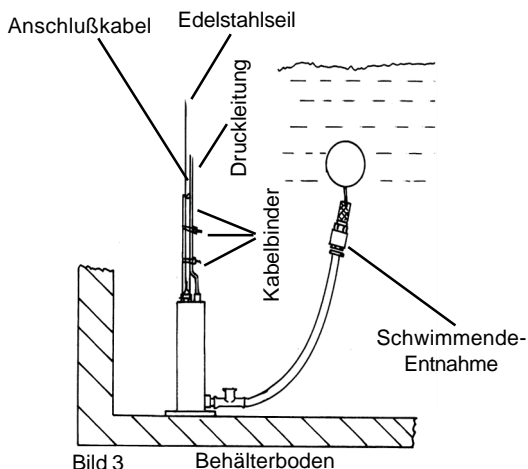

Bild 3
- Das 1" Außengewinde der vormontierten Schwimmenden-Entnahme dicht und fest mit dem waagerechten Ausgang des Messing-T-Stücks verbinden, siehe Bild 3.